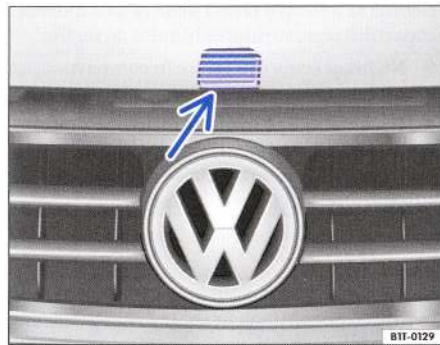

Fig. 12 Imaginea radiatorului: Deschiderea capotei motorului.
– Ridicați capota de maneta ⇒ fig. 12 (săgeata) și deschideți-o până când este susținută în poziție deschisă de arcul de presiune.